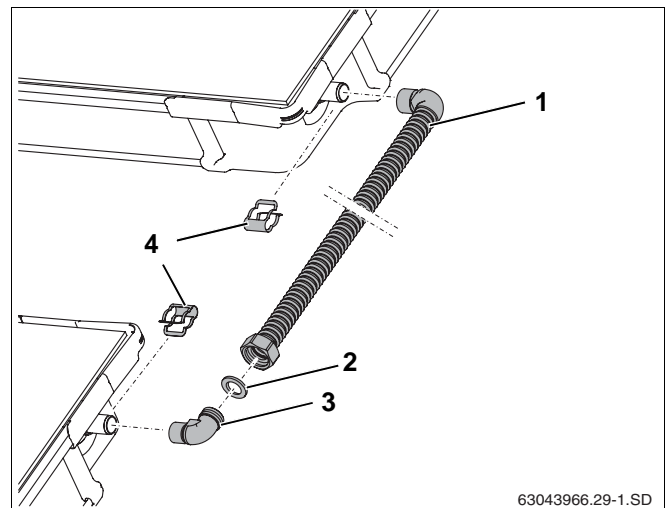

Bild 60 Förbindningsats mellan två solpanelsrader
Om anslutningsröret (bild 60, **pos. 1**) måste förkortas följer du anvisningarna i kapitel "Skapa tätningsyta:" sidan 36.
- Lägg in tätning (bild 60, **pos. 2**) i överfallsmuttern.
- Lägg i, justera och skruva fast vinkeln (bild 60, **pos. 3**) i överfallsmuttern G1.
- Skjut anslutningsröret (bild 60, **pos. 1**) till solpanelsanslutningarna och fixera med klämmor (bild 60, **pos. 4**) från byggsatsen.